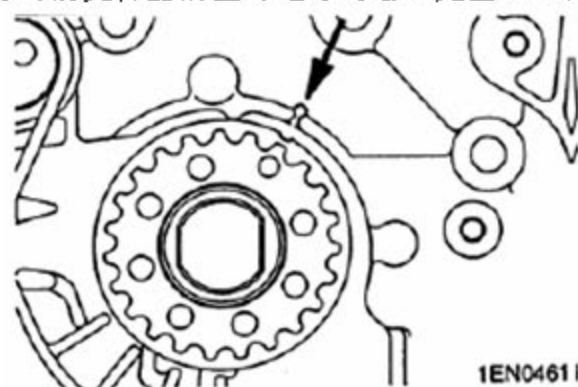

图 3-13
B). 将曲轴正时记号与前壳体上的正时记号对准（见图 3-13）。